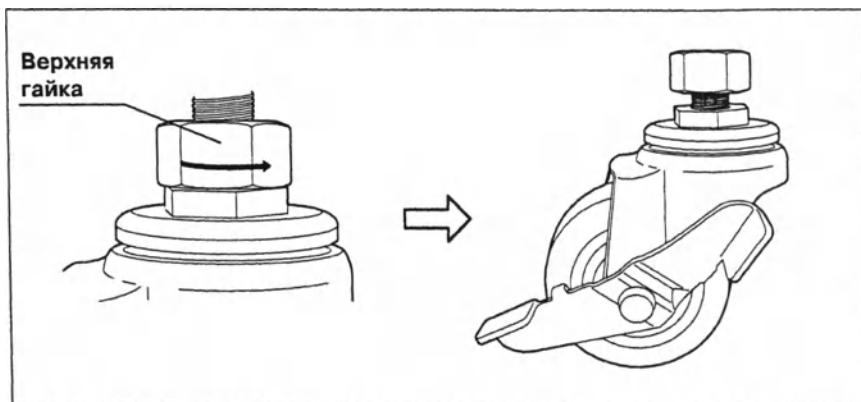

Рис. 4.31
2. Поверните верхнюю гайку каждого ролика в указанном направлении до упора для фиксации установленной высоты (см. рис. 4.31).